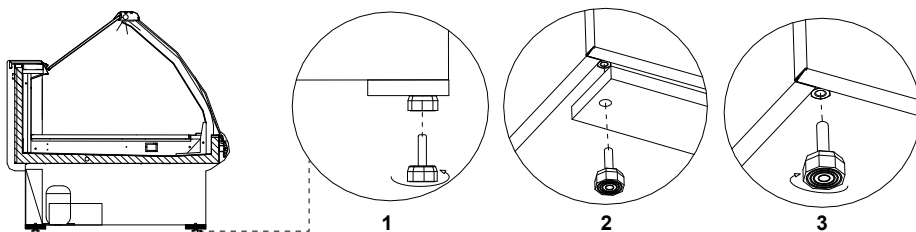

Abb.2 Entfernen der Holzbühne
- Die Anlage auspacken und die Holzbühne, die auf der Grundlage vorhanden ist, entfernen (ausgeschlossen von Grenad und fahrbare Anlagen) Abb.2 (S.31)